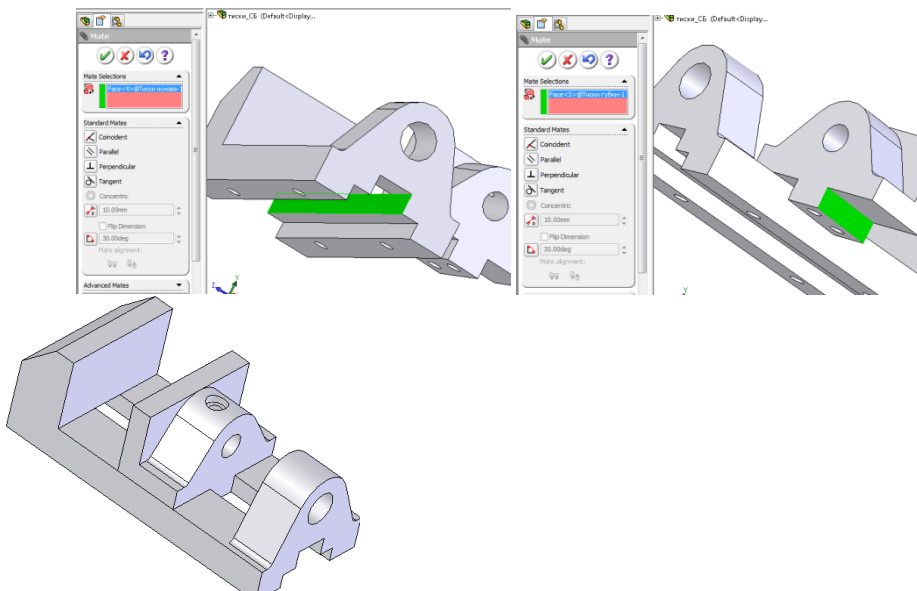

Рис. 7.1.8. Вирівнювання рухомого зажиму
4. Далі аналогічним чином вирівняйте губки відносно внутрішнього пазу основи. За допомогою взаємозв'язку СОВПАДЕНИЕ виберіть бокову грань нижнього виступу губок і внутрішню поверхню відповідної сторони паза (рис. 7.1.8).